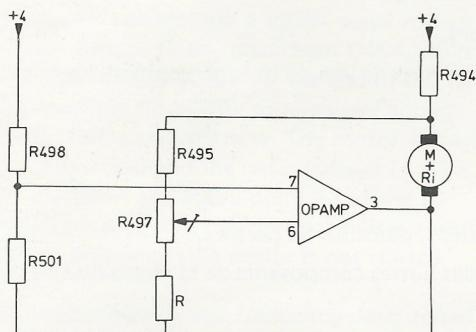
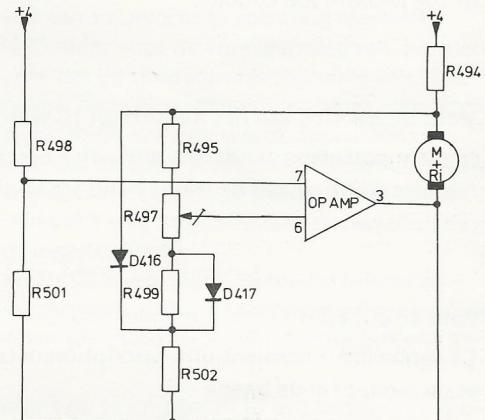
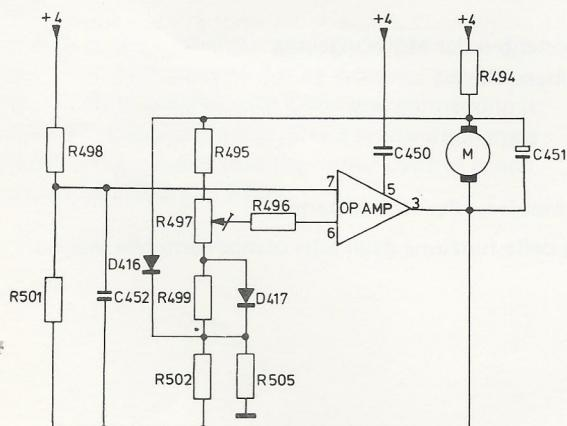

Fig. 1
Fig. 2
Fig. 3
For controlling the motor speed an operational amplifier (opamp) in IC403 is used (Fig. 1). This opamp has two inputs (7 and 6) and 1 output (3). At the input the difference voltage between R498/R501 and slider R497 is measured continuously. With R497 the voltage at point 6 is so adjusted that the motor has the right rpm. As connecting point for the two networks, point 3 of the opamp has been chosen. R494 is used for measuring the motor current.
The R_i of the motor changes under influence of the temperature. To ensure that the motor speed is not affected, diodes D416 and D417 have been fitted (Fig. 2). Besides, R has been split up in R499 and R502, so that R497 can be easier adjusted.
C451 ensures that motor interference pulses are suppressed (Fig. 3), C450 and C452 ensure that parasitic oscillation of the control does not occur, while C450 also prevents high switch-on currents from occurring. R505 is fitted to correct the dependency of the supply voltage. R496 has no electrical function and serves only for connecting two print tracks.
Voor de regeling van de motorsnelheid wordt gebruik gemaakt van een operationele versterker (opamp) in IC403 (Fig. 1). De opamp heeft 2 ingangen (7 en 6) en 1 uitgang (3). Aan de ingang wordt de verschilspanning tussen R498/R501 en loper R497 continu gemeten. Met R497 wordt de spanning op punt 6 zo ingesteld dat de motor het juiste toerental heeft. Als onderste referentie voor beide takken is punt 3 van de opamp gekozen.
De R_i van de motor verandert onder invloed van de temperatuur. Om verandering van het toerental te voorkomen zijn de diodes D416 en D417 aangebracht (Fig. 2).
C451 dient om motorstroomimpulsen te onderdrukken (Fig. 3), C450 en C452 om parasitair oscilleren van de regeling te voorkomen, terwijl C450 ook nog grote inschakelstromen voorkomt. R505 dient om de afhankelijkheid van de voedingsspanning te korigeren.
Pour la commande du moteur, il est fait usage de l'amplificateur opérationnel (opamp) dans le CI403 (fig. 1). Cet amplificateur possède deux entrées (7 et 6) et une sortie (3). A l'entrée la tension de différence entre R498/501 et le curseur R497 est continuellement mesurée. Par R497, la tension sur le point 6 est réglée de façon que le moteur ait le nombre exact de tours. Le point 3 de l'amplificateur opérationnel a été choisi comme référence inférieure. R494 sert à mesurer le courant de moteur. La R_i du moteur varie selon la température. Afin d'éviter les variations du nombre des tours, les diodes D416 et D417 (fig. 2) ont été montées. R est subdivisé en R499 et R502, ce qui facilite le réglage de R497. C451 sert à la suppression d'impulsions du moteur (fig. 3), C450 et C452 servent à empêcher l'oscillation parasite de la régulation alors que C450 empêche des courants d'enclenchement trop élevés de passer. R505 sert à corriger la dépendance de la tension d'alimentation.
Zum Regeln der Motordrehzahl benutzt man einen Operationsverstärker in IC403 (Abb. 1).
Dieser Verstärker hat zwei Eingänge (7 und 6) und einen Ausgang (3). An diesen Eingängen wird die Differenzspannung zwischen R498/R501 und dem Schleifer von R497 kontinuierlich gemessen. Mit R497 wird die Spannung an Punkt 6 so eingestellt, dass der Motor die richtige Drehzahl hat. Als untere Referenz für beide Zweige in Abb. 1 wurde Punkt 3 des Verstärkers gewählt. Mit R494 wird der Motorstrom gemessen.
Der R_i des Motors ändert sich unter dem Einfluss der Temperatur. Die Dioden D416 und D417 (Abb. 2) verhindern eine Änderung der Motordrehzahl. Außerdem besteht R aus R499 und R502, wodurch R497 sich leichter einstellen lässt.
C451 (Abb. 3) unterdrückt Motorstörimpulse.
Per il comando del motore è stato usato un amplificatore operazionale (opamp) nel CI403 (fig. 1). Quest'amp possiede due ingressi (7 e 6) e una uscita (3). All'ingresso la tensione differenziale fra R498/501 e il cursore R497 viene continualmente misurata. La tensione sul punto 6 viene regolata da R497 in modo che il motore abbia la velocità esatta. Il punto 3 dell'amplificatore operazionale è stato scelto come riferimento inferiore.
R494 serve per misurare la corrente del motore. La R_i del motore varia a seconda della temperatura. Per evitare le variazioni della velocità, sono state montati i diodi D416 e D417 (fig. 2). R viene suddiviso in R499 e R502, il che facilita la regolazione di R497.
C451 serve a sopprimere gli impulsi del motore (fig. 3), C450 e C452 servono ad evitare l'oscillazione parasite della regolazione e C450 impedisce che correnti di innesto troppo alti, passino. R505 serve alla correzione della dipendenza della tensione rete.